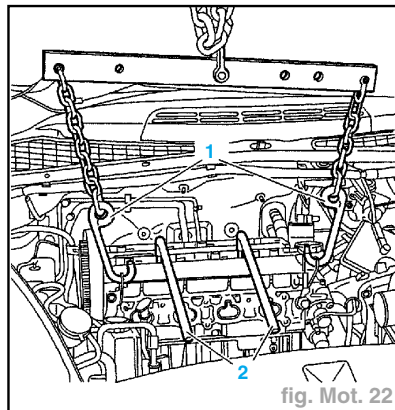

fig. Mot. 22
- les durits d'eau (11).
- les supports (7),
- les vis (8),
- les écrous (9),
- le répartiteur d'air (12).
- Poser les outils (1) et (2) (réf. Citroën 2517 TB et 149 T) (fig. Mot. 22).
- Basculer et décoller la culasse à l'aide des leviers (2).